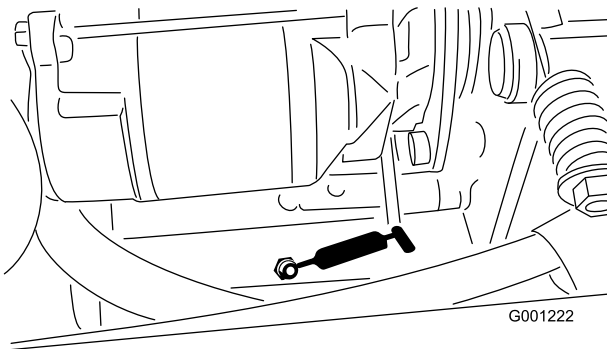

Figura 42
- Pivote tensor de la toma de fuerza (Figura 42)
- Cojinete trasero de la toma de fuerza (Figura 42)